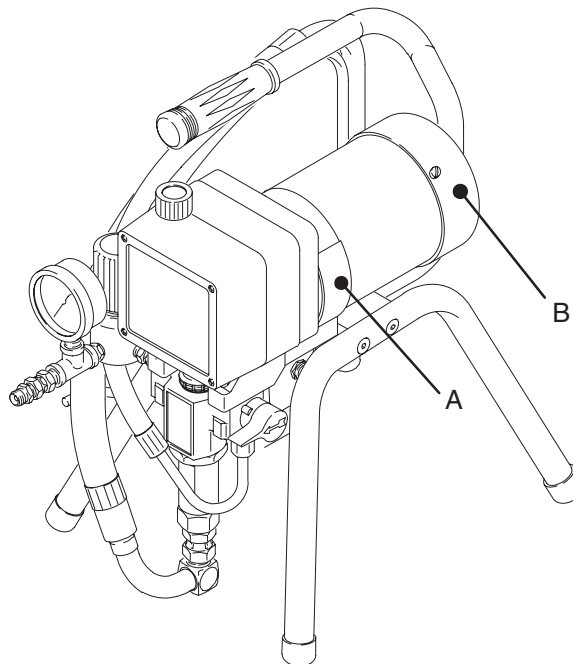

Fig. 13
Déposer les couvercles d'inspection (A). Voir Fig. 13.
Déposer le capotage de ventilateur (B). Voir Fig. 13.